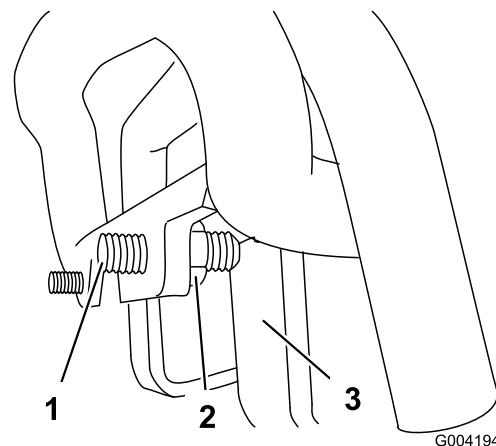

Figure 52
3. Si la machine se déporte vers la **gauche**, desserrez l'écrou de blocage **droit** et ajustez la vis de réglage de l'alignement à l'avant de la commande de déplacement (Figure 52).
4. Si la machine se déporte vers la **droite**, desserrez l'écrou de blocage **gauche** et ajustez la vis de réglage de l'alignement à l'avant de la commande de déplacement (Figure 52).